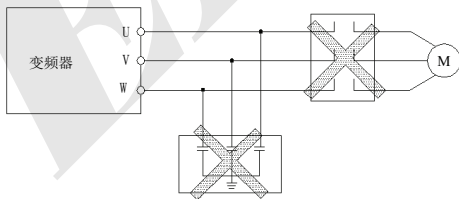

图 3-3 变频器与电机之间禁止使用接触器和吸收电容
- (1) 接线前，确保已完全切断电源 10 分钟以上，否则有触电危险。
- (2) 严禁将电源线与变频器的输出端 U、V、W 连接。
- (3) 变频器本身机内存在漏电流，中大功率变频器整机的漏电流大于 5mA，为保证安全，变频器和电机必须安全接地，接地线一般线径为 3.5mm² 以上铜线，接地电阻小于 10Ω。
- (4) 变频器出厂前已通过耐压试验，用户不可再对变频器进行耐压试验。
- (5) 变频器与电机之间不可加装电磁接触器和吸收电容或其它阻容吸收装置，如图 3-3。
- (6) 为提供输入侧过电流保护和停电维护的方便，变频器应通过中间继电器与电源相连。
- (7) 继电器输入及输出回路的接线(X1、X2、FWD、REV)，应选用 0.75mm² 以上的绞合线或屏蔽线，屏蔽层一端悬空另一端与变频器的接地端子⊕相连，接线长度小于 20m。